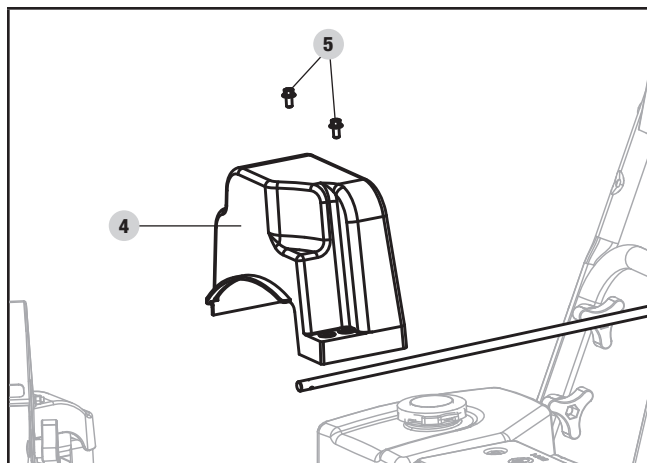

Figure 22D
4. Enlevez le couvercle en plastique de la courroie (4) sur le devant du moteur en enlevant 2 boulons M6 × 16 (5) (figure 22D).